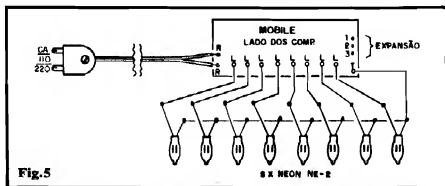

Fig. 5
- FIG. 5 - CONEXÕES EXTERNAS À PLACA - Assim como na figura anterior, a placa é vista pela face não cobreada, agora porém enfatizando as conexões externas, que incluem as 8 lâmpadas e a entrada de energia CA, via "rabicho"... Este tem seus dois fios li-
- Em cada uma das plaquinhas, as ligações das "suas" 8 lâmpadas é feita conforme mostra a fig. 5.